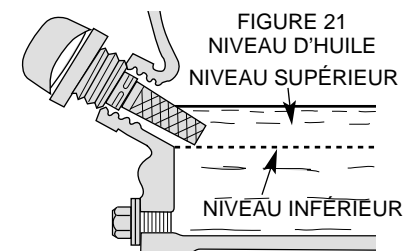

FIGURE 21
3. Remplir le carter du moteur avec l'huile recommandée (voir page 3). Vérifier le niveau d'huile (figure 21).